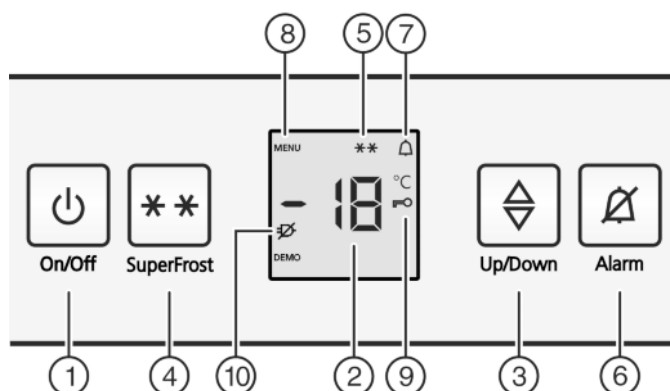

Fig. 2
- ▶ Taste On/Off Fig. 2 (1) drücken.
- ▶ Einstellmodus aktivieren: Taste SuperFrost *Fig. 2 (4)* ca. 5 Sekunden drücken.
- ▷ In der Anzeige wird das Symbol Menu *Fig. 2 (8)* angezeigt.
- ▶ Mit der Taste SuperFrost *Fig. 2 (4)* kurz bestätigen.
- ▷ Das Symbol Kindersicherung *Fig. 2 (9)* leuchtet in der Anzeige.
- ▶ Die Taste On/Off *Fig. 2 (1)* kurz drücken.
- ▷ Das Symbol Kindersicherung *Fig. 2 (9)* erlischt.
- ▶ Taste Alarm *Fig. 2 (6)* drücken.
Gleichzeitig blinkt die Temperaturanzeige und das Symbol Alarm *Fig. 2 (7)*.
Der Tonwarner verstummt automatisch, das Symbol Alarm *Fig. 2 (7)* geht aus und die Temperaturanzeige hört auf zu blinken, wenn die Temperatur wieder ausreichend kalt ist.